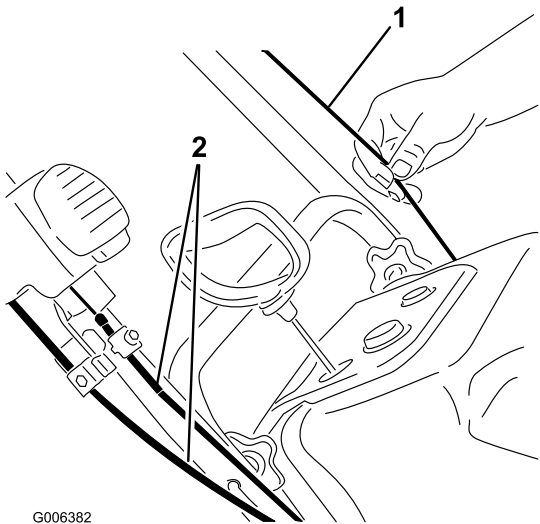

Figure 5
**Important:** Veillez à ne pas pincer ou plier le câble de commande ni les câbles Quick Shoot™ (Figure 5).